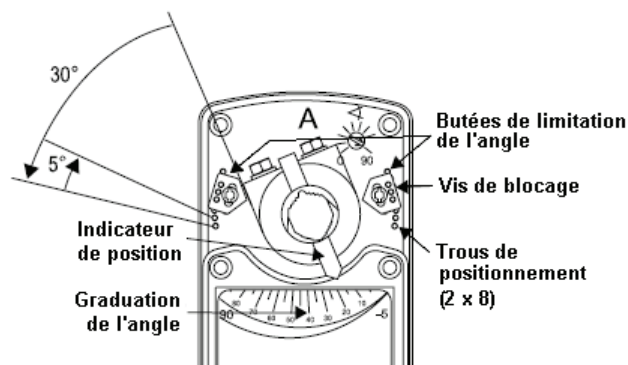

Figure 11 : Placement des butées
La course des servomoteurs M9210 peut être limitée mécaniquement en utilisant un jeu de butées M9220-603, à commander séparément. L'angle peut ainsi être réduit de deux fois 30°, de 5 à 30° d'un côté et de 85 à 60° de l'autre, par incréments de 5° (voir Figure 11). Par défaut, en l'absence de butée, l'angle de rotation est de 90°.
1. Placez la butée de limitation d'angle au cran souhaité (voir Figure 11).